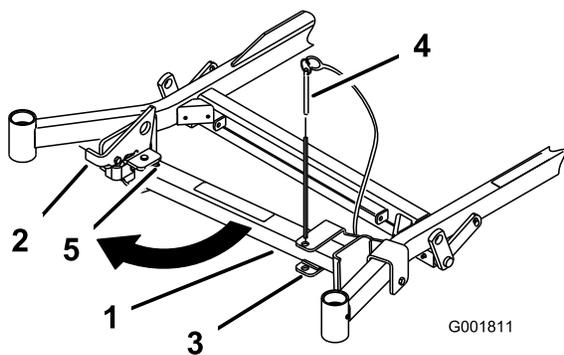
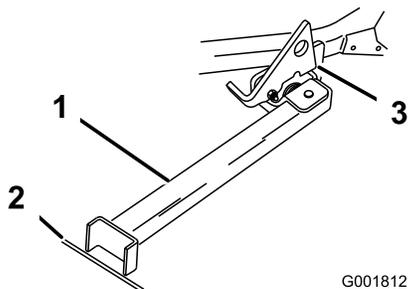

Рисунок 42
Рисунок 43
2. Извлеките штифт кронштейна (Рисунок 42).
4. Поверните опорную стойку вперед и наружу и задвиньте ее в сторону машины, в нижнюю часть паза (Рисунок 42 и Рисунок 43).
5. Установите башмак опорной стойки на землю и опустите защелку на выступ шарнира (Рисунок 43).
**Примечание:** Для наилучших результатов установите башмак опорной стойки в место стыка плит пешеходной дорожки или в грунт (Рисунок 43).
7. Наезжайте машиной на опорную стойку. Остановите машину, когда защелка опустится на выступ в заблокированное положение (Рисунок 43).
5. Верните опорную стойку в положение хранения (Рисунок 42).